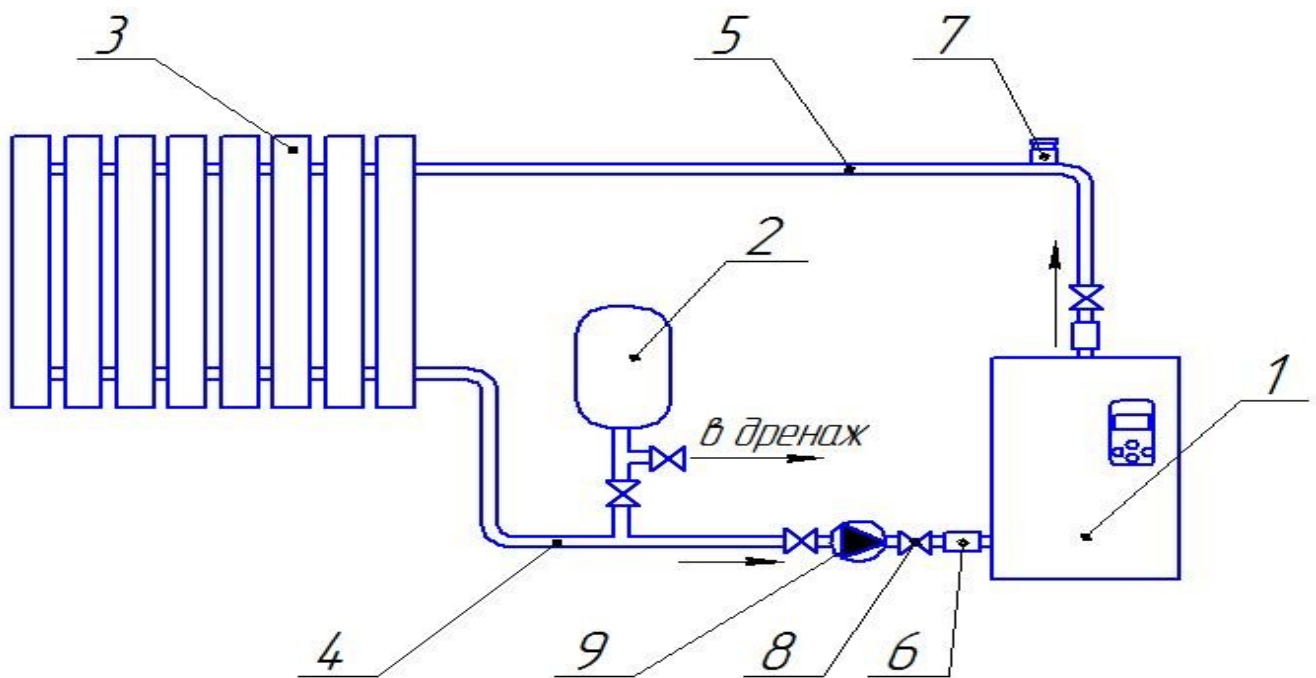

Рис.5 Упрощенная схема использования ЭВН-К в системе отопления (вариант 2)
7.1 Монтаж отопительной системы производится согласно **СНиП РК 4.02-42-2006**. В качестве нагревательного прибора 3 (рис.4 и рис.5) рекомендуется использовать радиаторы. Подсоединение ЭВН-К к системе отопления осуществляется муфтами 6 с соответствующими уплотнителями.
7.3. Система отопления (рис.5) замкнутая, имеет расширительным бак с резиновой мембраной 2. Для такой системы необходимо учесть: